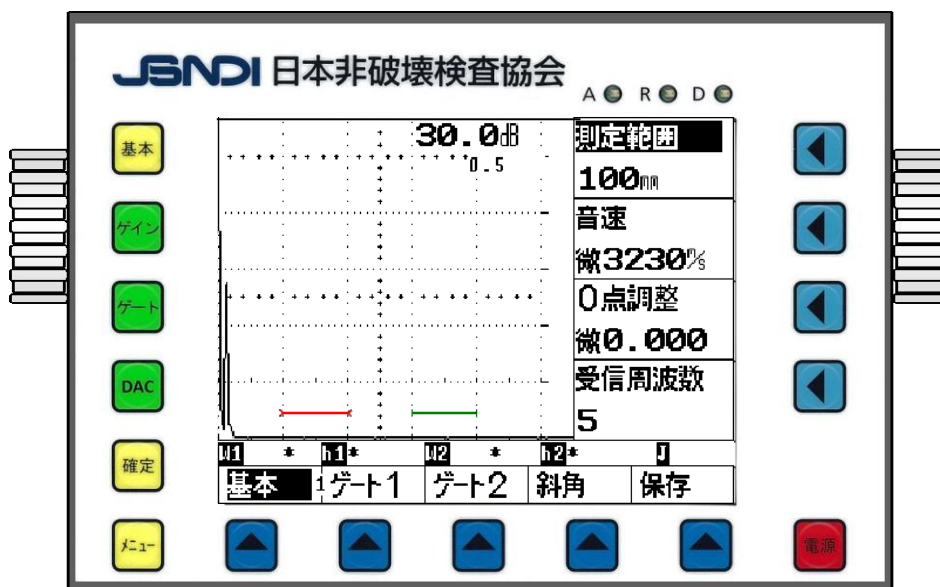

図1 初期画面
○初期画面は、図1に示すとおりで、画面上部にゲイン値と小さくゲインの変化量(ピッチ)が表示され、右側に測定範囲、音速、0点調整、受信周波数が表示されている。初期化直後には、測定範囲は100mm、音速は3230m/sである。ゲート1の起点は20mmで幅が20mm、ゲート2は起点が60mmで幅が20mm、ゲート高さはいずれも10%になっている。
キーをもう一度押しと“微”の文字が数値の前に表示されて、数値を細かく変更させる事ができる。(例：図1の音速の3230m/sの前にある文字)
○途中で操作が分からなくなった場合、 キーを押すと図1の初期画面と同じ構成の表示になる。
①初期画面では、図1のように、ゲート1(赤色)